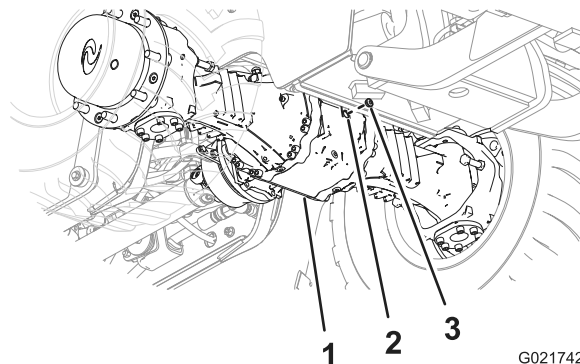
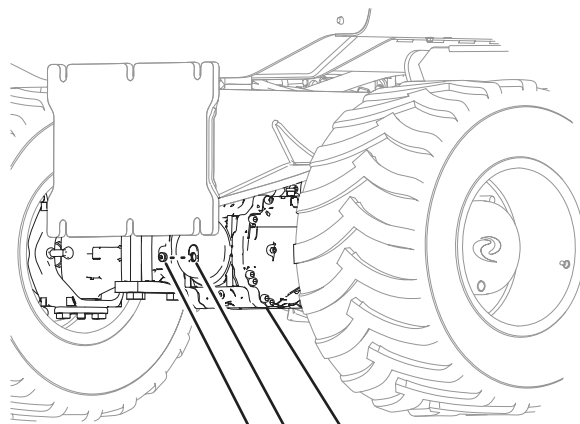

Рисунок 64
Рисунок 65
3. Посмотрите сквозь смотровое отверстие и убедитесь, что уровень масла находится на нижней части резьбы отверстия (Рисунок 64 и Рисунок 65).
6. Заверните пробку в смотровое отверстие картера ведущей шестерни моста (Рисунок 64 и Рисунок 65).